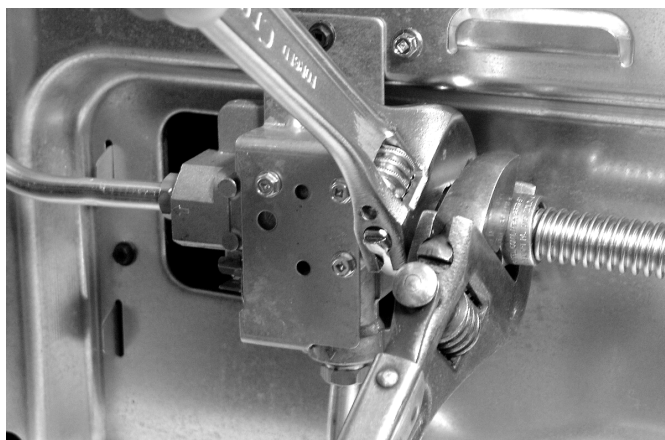

Fig. 10
- c. Serrez le raccord d'alimentation en gaz ou la conduite de l'appareil en le branchant à l'adaptateur de raccord-union qui se trouve du côté droit du détendeur (voir fig. 10) **SANS SERRER À PLUS DE 15 pi/lb.** Veillez à **stabiliser** le raccord-union évasé de 1,3 cm (1/2 po) au moyen d'une clé à molette avant d'effectuer le serrage des raccords de l'alimentation en gaz ou de la conduite de l'appareil.